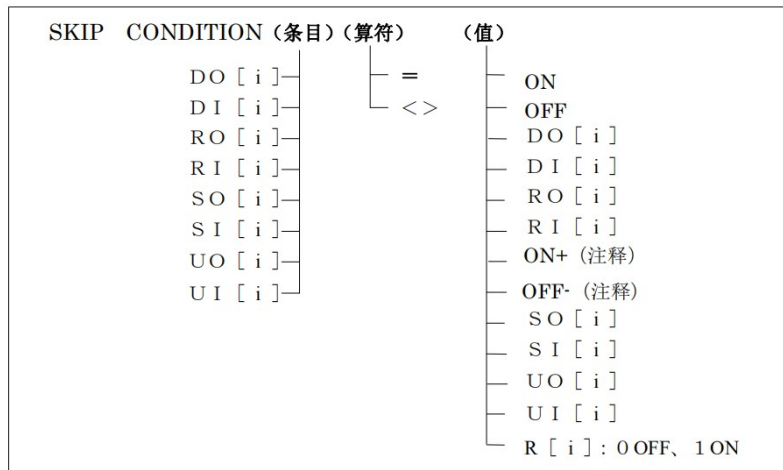

图 2.3.2
2) 编辑跳过条件, 见图 2.3.2, 将条目写为 DI[i]即抓料到位信号, 算符写为=, 值写为 ON, 即 SKIP CONDITION DI[i]=ON。